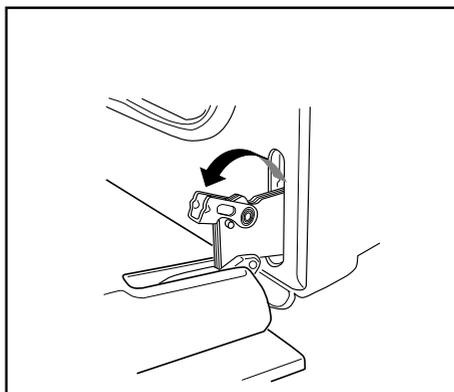

Рис. 24
2. Разблокируйте и поверните маленькие рычажки, расположенные в обеих петлях (Рис. 24).